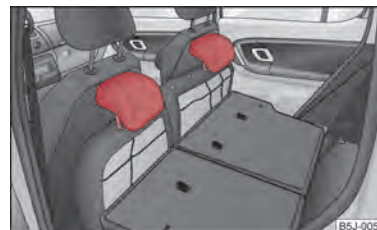

Fig. 42 Asientos traseros: Apoyacabezas en las banquetas de los asientos
- Los reposacabezas se pueden insertar en las correspondientes aberturas del banco de asiento abatido hacia delante ⇒ fig. 42.